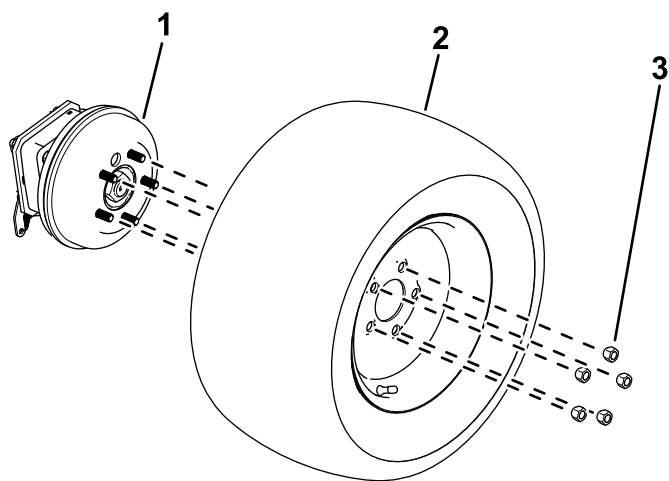

Bild 11
1. Lösen und entfernen Sie die Radmuttern (Bild 11).
2. Nehmen Sie Räder von den Radnaben ab (Bild 11).
1. Verwenden Sie die zuvor entfernten Radmutter, um die Räder an der Radnabe zu befestigen (Bild 11).